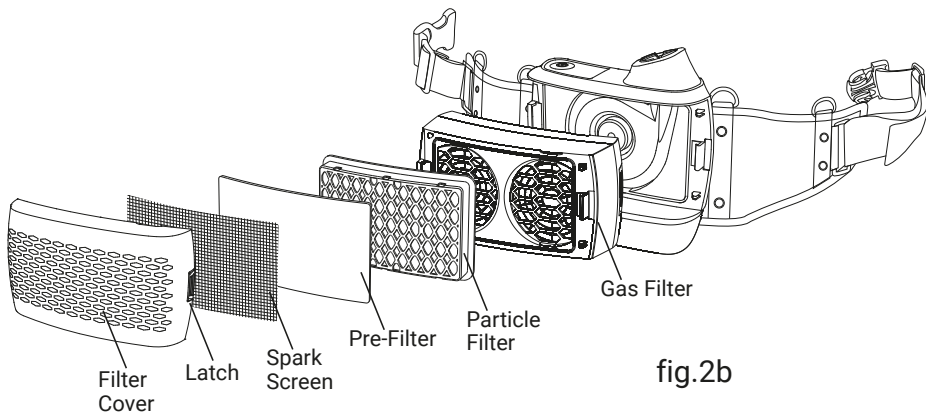

fig.2b
- Installera partikel- och gasfiltret enligt fig. 2b.